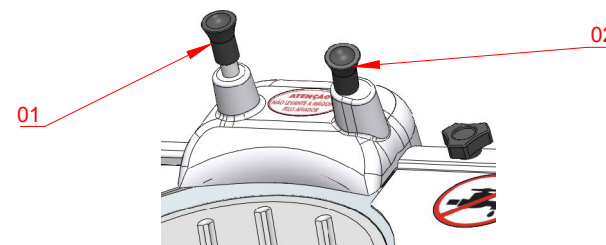

Figura 05
- 2.4.3 Ligue a máquina pressionando o botão verde (LIGAR) (02), quando a lâmina estiver girando, puxe o pino do rebolo (02, figura 05) para cima, a lâmina deve ser afiada por baixo por aproximadamente 5 segundos. Após a afiação, aperte o pino superior do rebolo (01, figura 05) para que ele retire a rebarba de cima da lâmina;